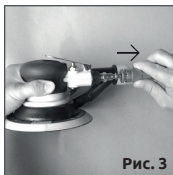

Рис. 3
- Отключите инструмент от источника воздуха. (См. рис. 3)
- Отключите инструмент от подачи воздуха. (См. рис. 3)
- Отключите инструмент от подачи воздуха. (См. рис. 3).